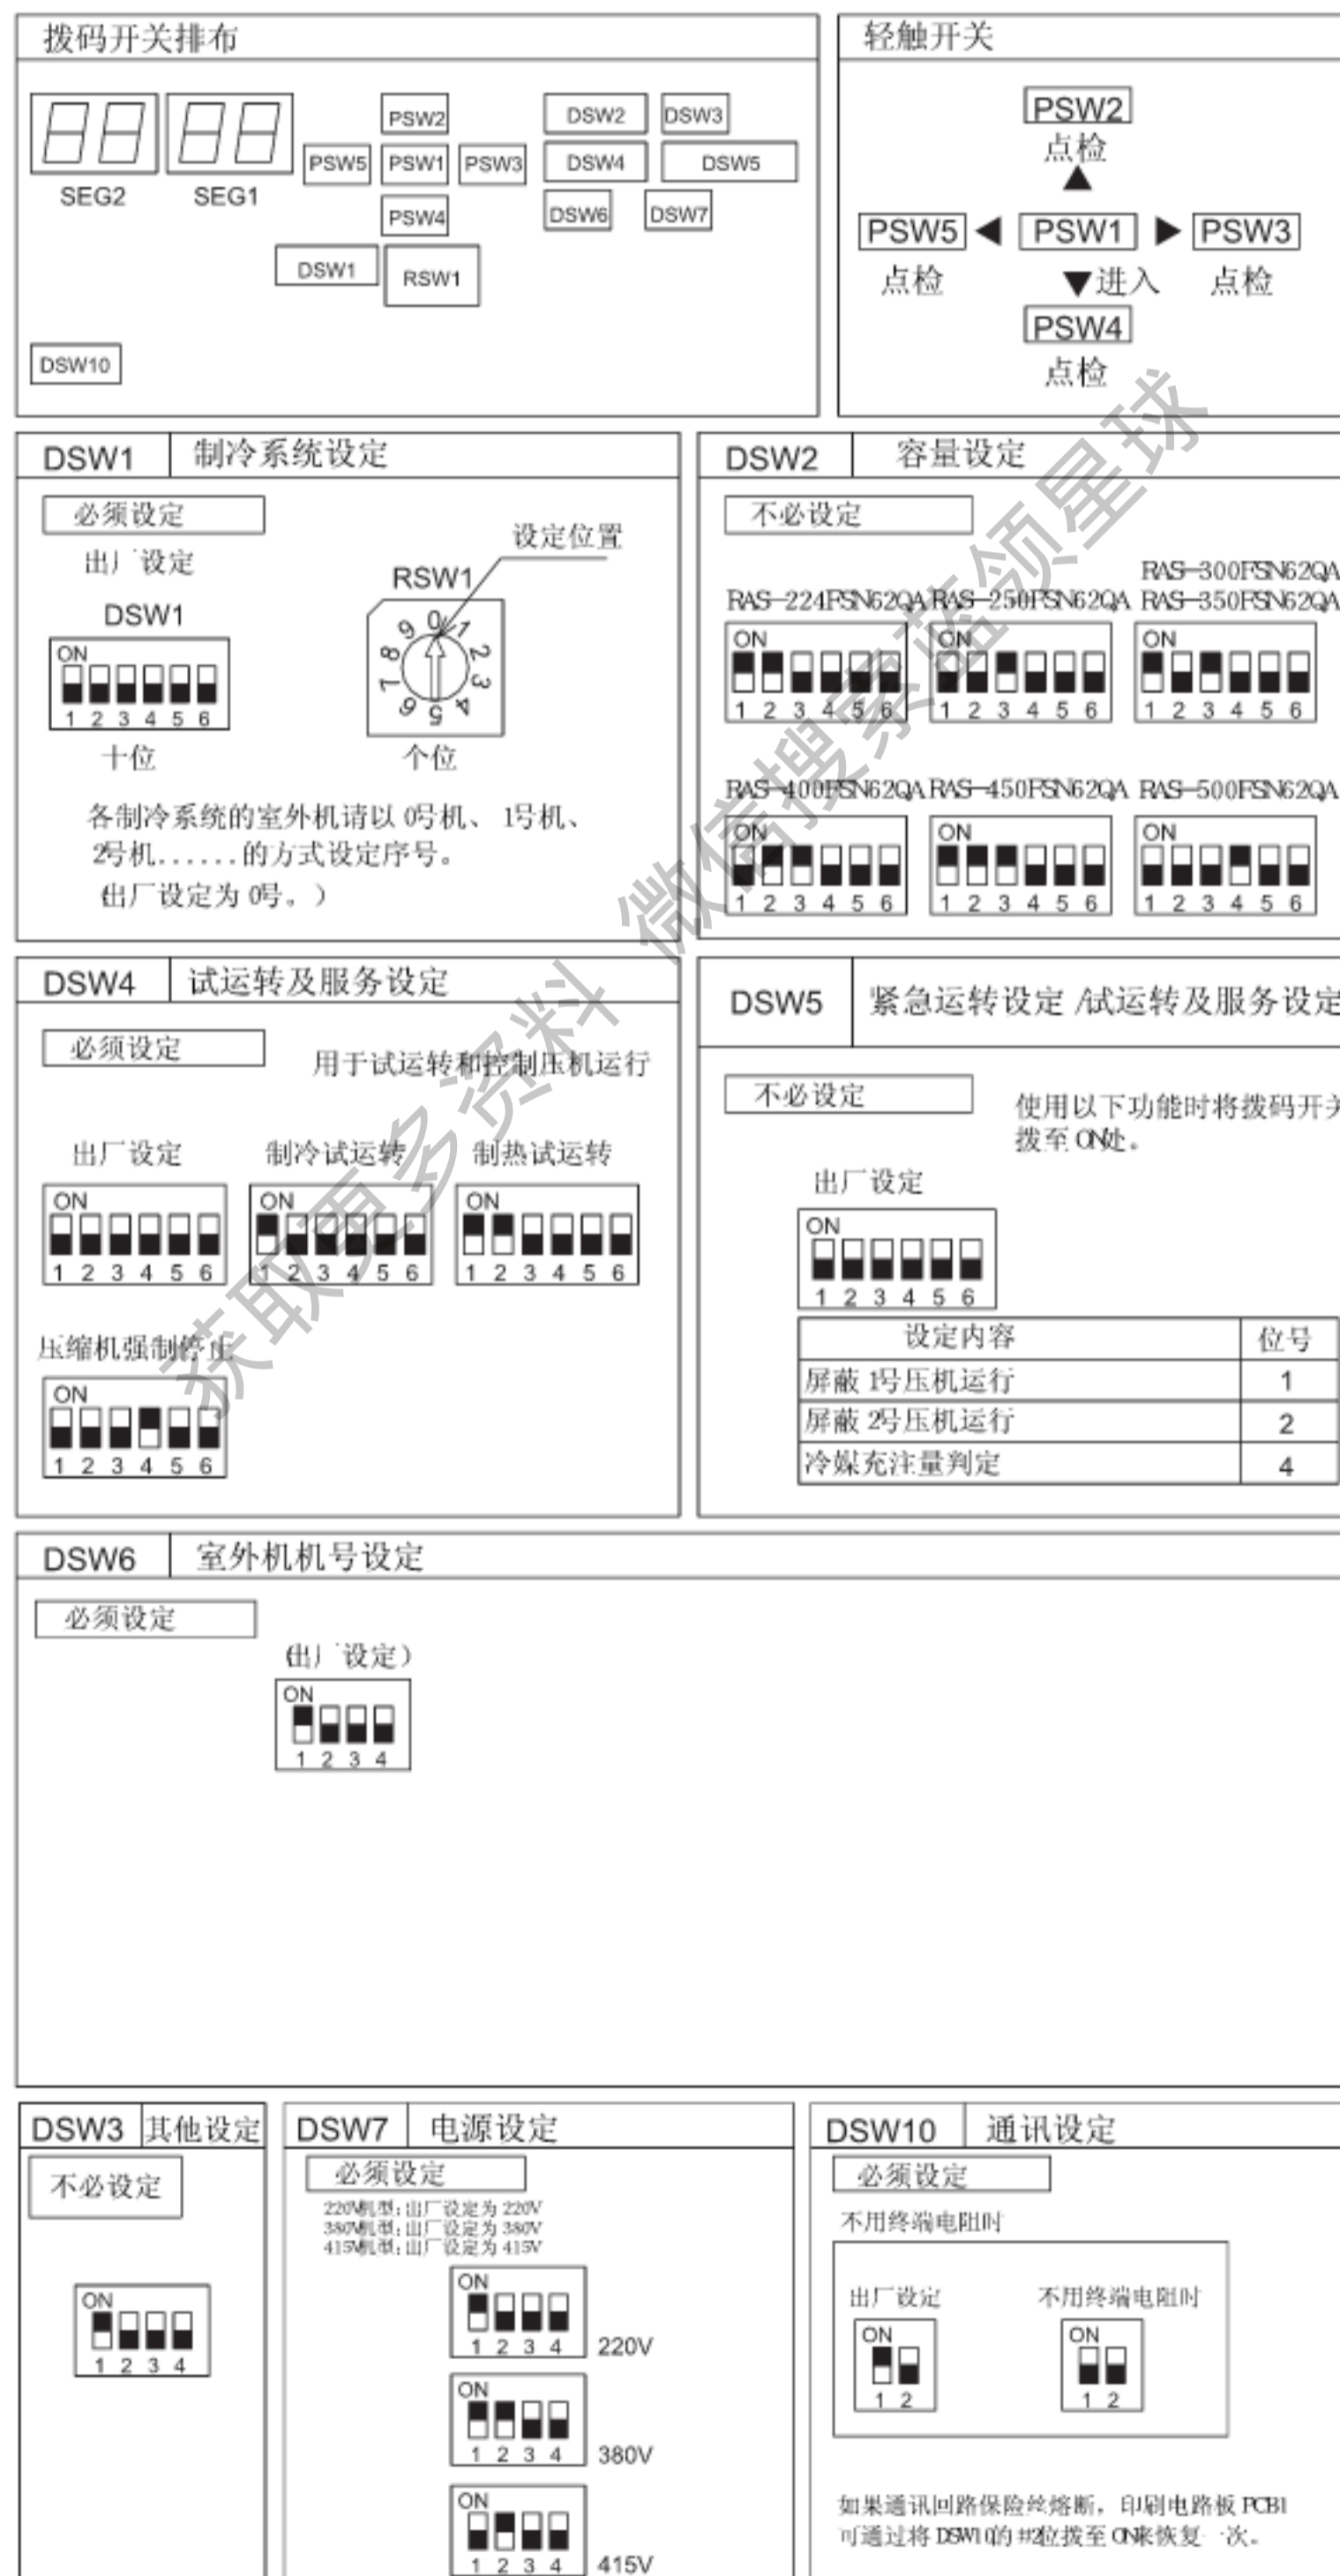

图 7.2 拨码设定
- (3) 如图 7.2 和图 7.3 所示, 在室内机和室外机之间连接通讯线。
- (4) 在同一冷媒系统的机器间连接通讯线。在室内机的冷媒管与室外机相连的情况下, 连接通讯线到相同的室内机。)连接冷媒管和通讯线到不同的冷媒循环系统会引起系统故障。
- (5) 通讯线使用 2 芯电线例如带屏蔽层的双绞线。
符号 "■" 表示拨码开关所在位置。请参照图 7.2 设定拨码开关。